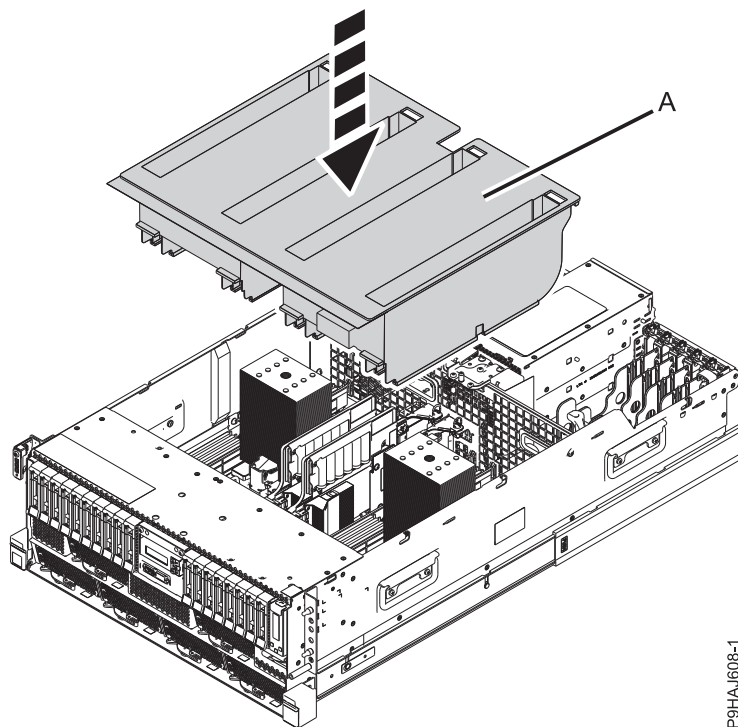
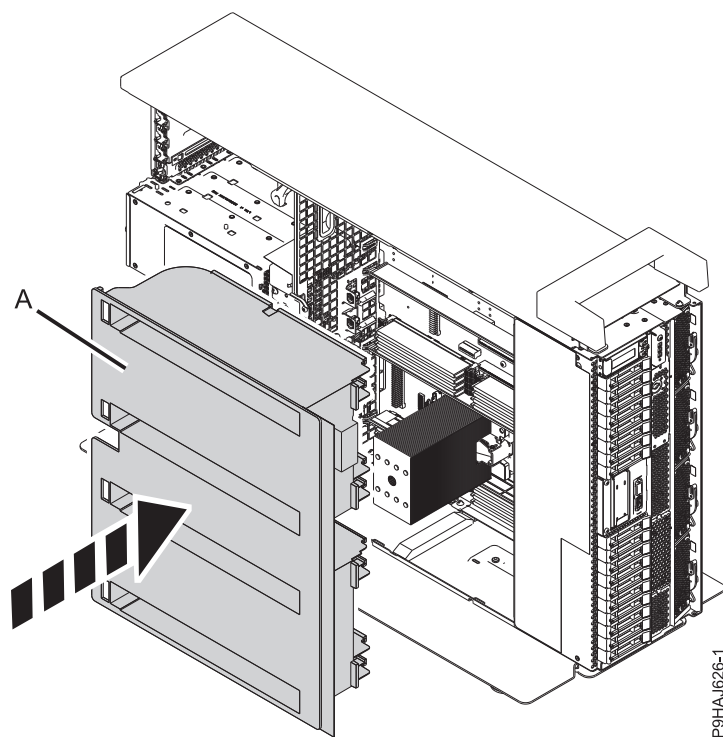

Figura 26. Sustitución del deflector de aire en un sistema montado en bastidor
Figura 27. Sustitución del deflector de aire en un sistema autónomo
3. Para un sistema montado en bastidor, sustituya el deflector de aire **(A)** en el chasis tal como se muestra en la Figura 26 en la página 32. Para un sistema autónomo, vuelva a colocar el deflector de aire **(A)** directamente en el lateral del chasis tal como se muestra en la Figura 27 en la página 32. Asegúrese de que la solapa frontal queda doblada debajo del chasis frontal.